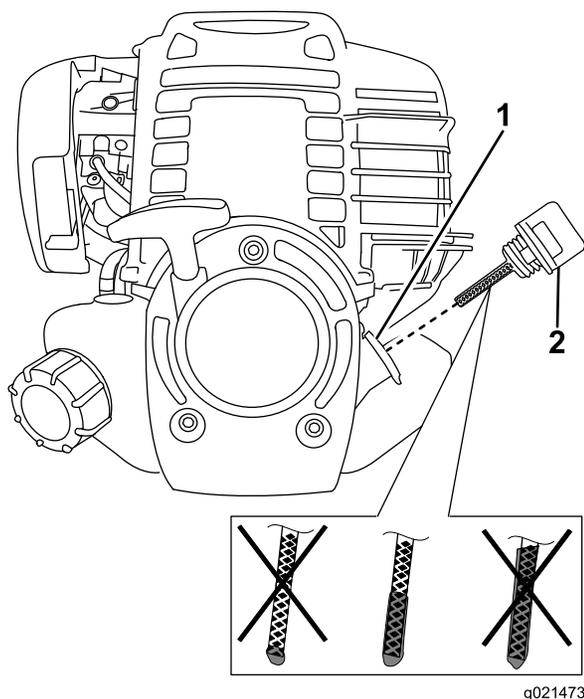

Figura 19
4. Retire el tapón/varilla de aceite y limpie el extremo (Figura 19).
5. Deslice la varilla a fondo en el orificio de llenado, sin enroscarlo (Figura 19).
6. Retire la varilla e inspeccione el extremo. Si el nivel de aceite del motor es bajo, vierta lentamente en el orificio de llenado sólo la cantidad de aceite suficiente para que el nivel llegue a la marca Full (lleno) de la varilla (Figura 19).
7. Vuelva a colocar la varilla y apriétela (Figura 19).